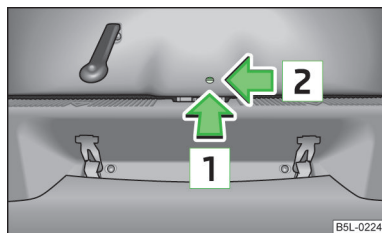

Fig. 18
- ▶ Introdurre un cacciavite o un attrezzo simile nell'apertura del rivestimento nel senso indicato dalla freccia 1 » fig. 18 fino all'arresto.